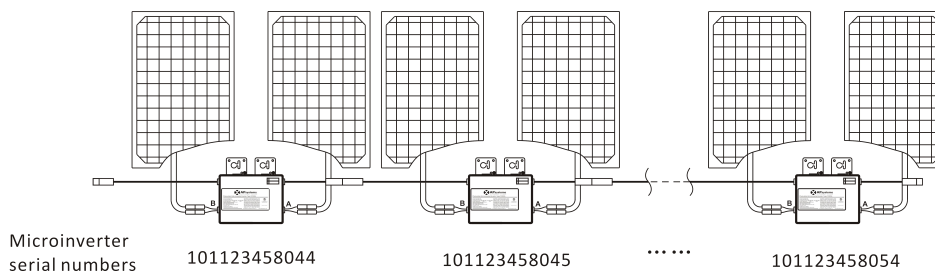

Figura 12
- Cada Microinversor APsystems tem etiquetas de número de série removíveis. Retire as etiquetas, fixe uma para a respectiva localização mapa instalação APsystems, e preencha A e B no rótulo a seguir (como Figura 13) de acordo com a disposição no telhado (como na Figura 12), em seguida, fixe outro rótulo na estrutura do módulo fotovoltaico, para que ele possa ser facilmente visto. Os cartões de garantia podem ser encontrados no Apêndice deste manual ou no site da APsystems ([www.APsystems.com](http://www.APsystems.com))